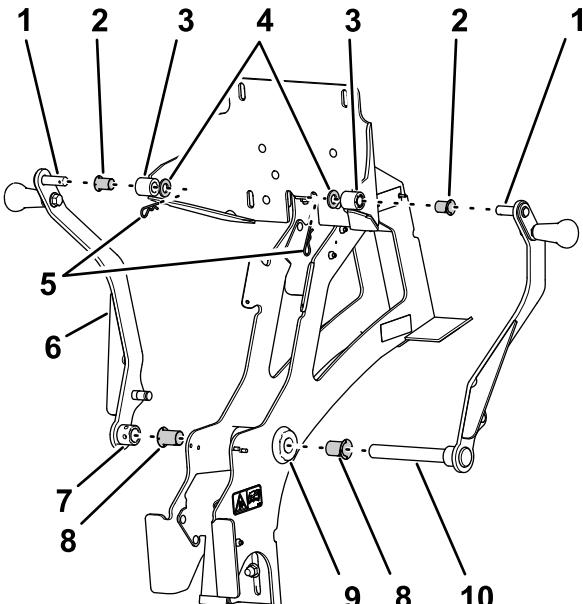

Figura 16
1. Inserite una boccola flangiata (diametro interno 3/4") in ciascuna estremità del tubo orientabile nel telaio di supporto principale (Figura 16).
2. Inserite una boccola flangiata (diametro interno 1/2") nei mozzi sinistro e destro della contropiastra (Figura 16).
3. Montate il perno di articolazione inferiore del braccio della base destro attraverso la boccola flangiata sul lato destro del tubo orientabile e l'articolazione (Figura 16).
4. Montate il perno di articolazione superiore del braccio della base destro attraverso il mozzo destro della contropiastra (Figura 16).
- Fissate il perno di articolazione superiore alla contropiastra con una rondella ($\frac{1}{2}$ ") e una coppiglia (Figura 16).
- Montate il mozzo del braccio della base sinistro sopra l'estremità del perno di articolazione inferiore del braccio della base destro che sporge a sinistra della boccola flangiata sinistra nel tubo orientabile (Figura 16).
- Montate il perno di articolazione superiore del braccio della base sinistro attraverso il mozzo sinistro della contropiastra (Figura 16).
- Fissate il perno di articolazione superiore del braccio della base sinistro alla contropiastra con una rondella ($\frac{1}{2}$ ") e una coppiglia (Figura 16).